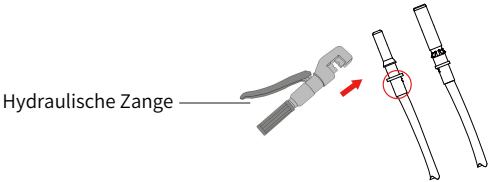

Abb. 3.4 Klemmen Sie den Kontaktstift an den Draht
b) Klemmen von Metallklemmen mit einer Klemmzange wie in Abbildung 3.4 gezeigt.